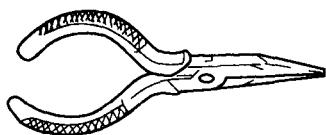

图1-8 尖嘴钳
**4. 尖嘴钳** 尖嘴钳的头部尖细，适用于在狭小的工作空间操作。尖嘴钳也有铁柄和绝缘柄两种，绝缘柄的耐压为500V，其外形如图1-8所示。尖嘴钳的用途以下几个方面：